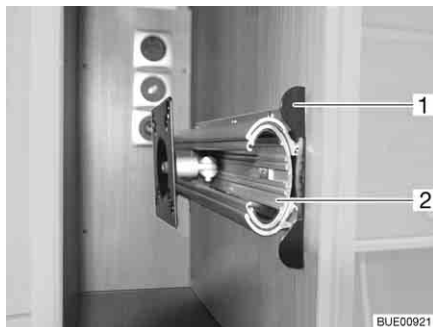

Fig. 67 Supporto nel mobiletto porta TV
- Premere verso l'interno il listello di sblocco (Fig. 67,1).
- Estrarre interamente la base estraibile (Fig. 67,2).
- Inserire la base estraibile Fig. 67,2), finché il listello di sblocco (Fig. 67,1) non si arresta a scatto.